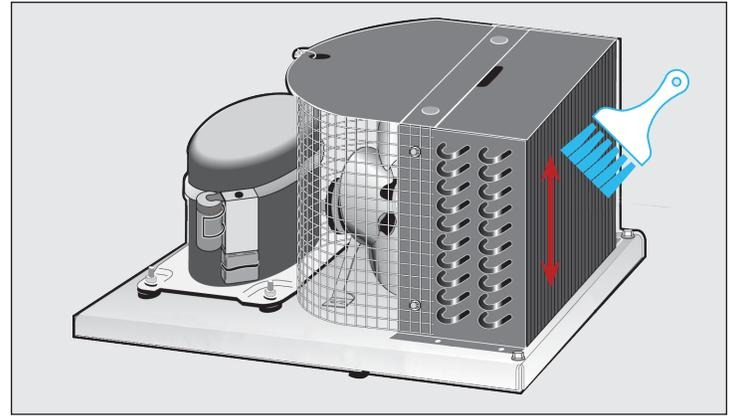

Fig. 2 Con una spazzola a setole dure, pulire lo sporco accumulato dalle alette della bobina del condensatore.
3. Con una spazzola a setole dure, pulire con cautela lo sporco accumulato dalle alette frontali della bobina del condensatore. Si veda la fig. 2